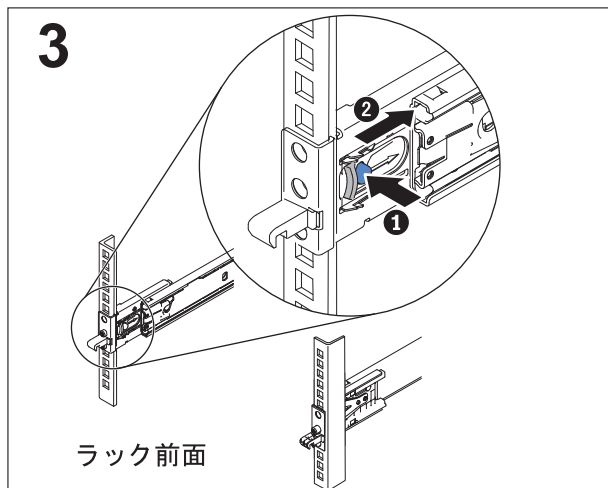

図 38. スライド・レールの前部端の取り外し
2. 図 38 に示すように、スライド・レールの前部端を取り外します。